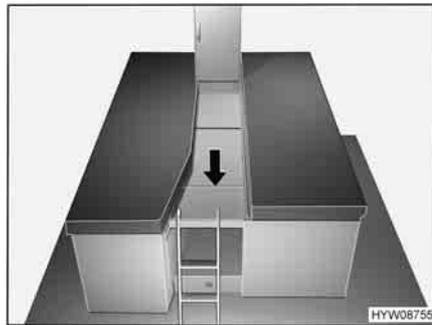

Fig. 76 Preparazione dell'allargamento letto
- Aprire l'allargamento letto e posizionarlo tra i letti singoli, come illustrato nella Fig. 76.